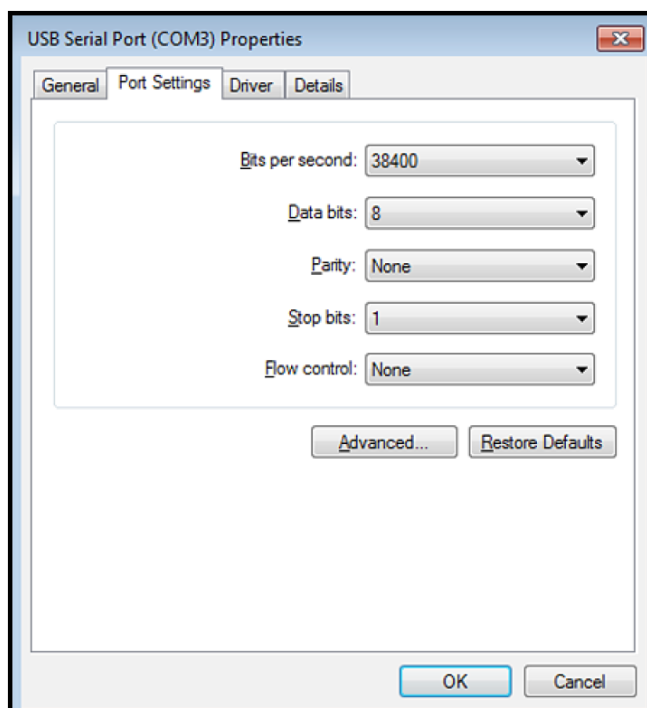

Рис. 2: Окно USB Serial Port Properties (свойства последовательного USB-порта)
- Откройте окно установок последовательного USB-порта (см. *рис. 2 ниже*) и задайте их в соответствии с параметрами, приведенными в окне **PT878\Meter\Communications** (PT878\прибор\связь) в интерфейсе пользователя PT878 – **PT878 User Interface**. Учтите, что установки COM-порта могут изменяться в зависимости от конфигурации PC.